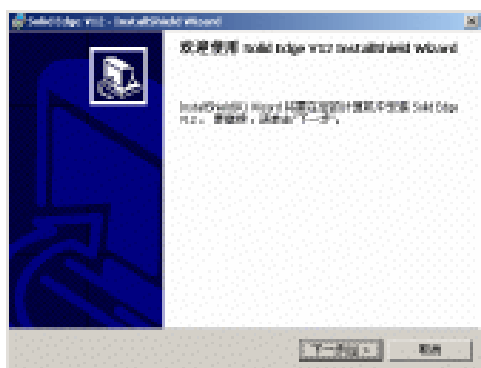

图 1-1 安装导向
(1) 启动安装程序:把 Solid Edge V12 安装光盘放入光驱内,光盘上的安装程序 Autorun 会自动执行,出现安装界面,单击“Install Solid Edge”,便进入 Solid Edge V12 的安装导向,对话框如图 1-1 所示,单击“下一步”按钮。